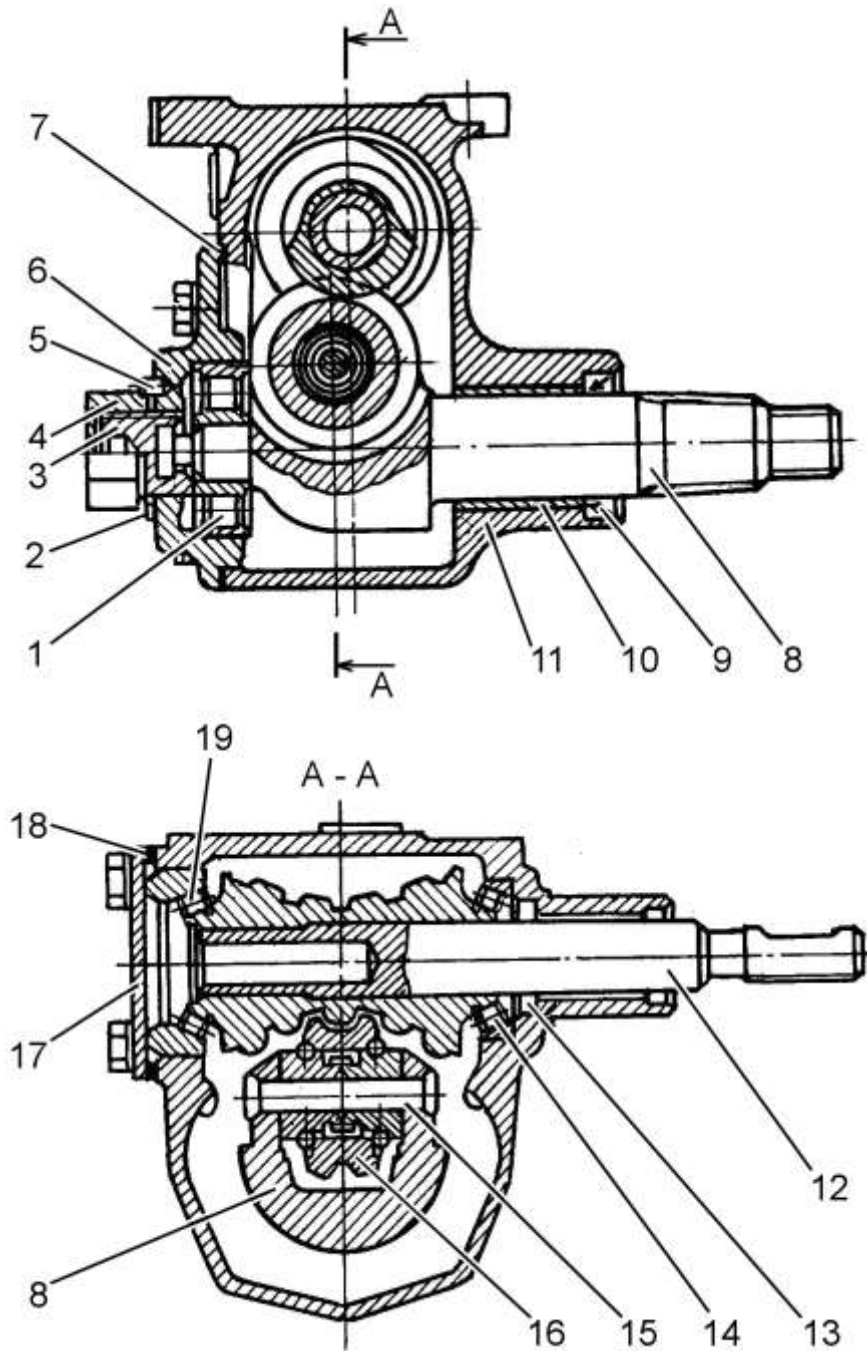

Рисунок 3.3.1 – Регулировка червячного рулевого механизма
- отверните колпачковую гайку 8 (рисунок 3.3.1) и снимите стопорную шайбу 6 со штифта 9;